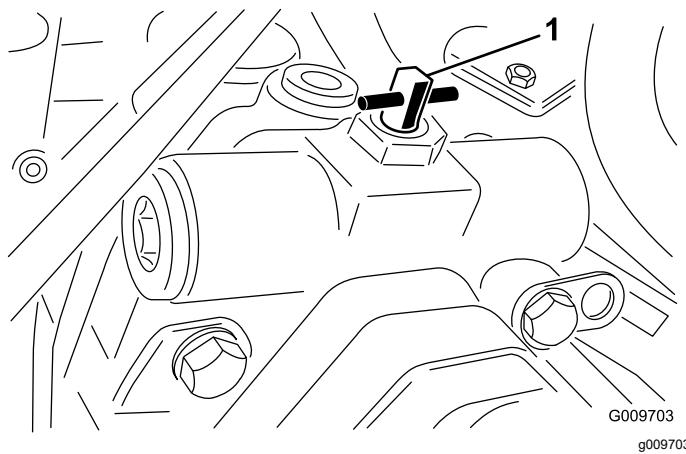

Figura 77
3. Gire la válvula de desvío 90° ($\frac{1}{4}$ de vuelta) en cualquier sentido para abrirla y dejar pasar el fluido internamente (Figura 77).
2. Gire la válvula de desvío 90° ($\frac{1}{4}$ de vuelta) en cualquier sentido para abrirla y dejar pasar el fluido internamente (Figura 77).